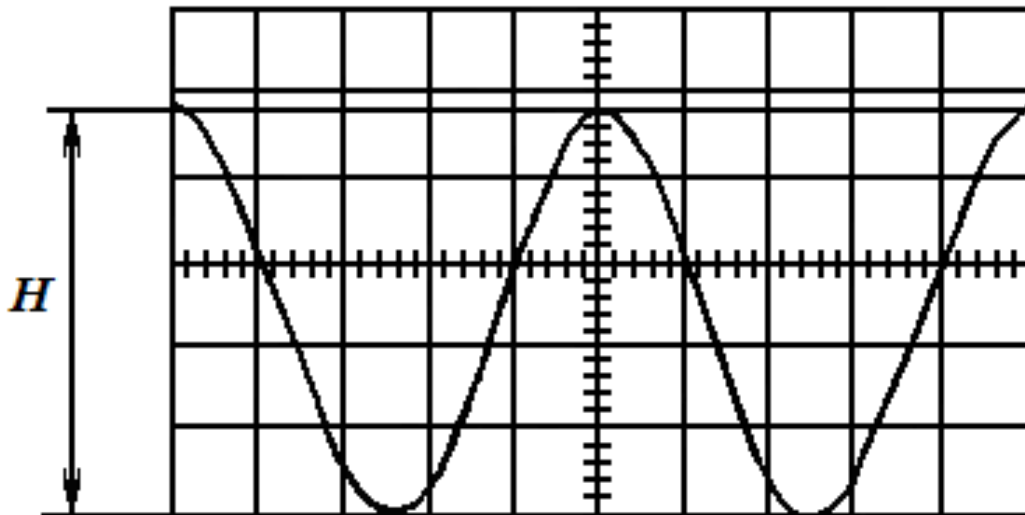

Рис. 13. Измерение полного размаха переменного напряжения
5) установите ручку « \updownarrow » так, чтобы нижний уровень сигнала совпадал с одной из нижних линий сетки, а верхний уровень находился в пределах рабочей части экрана. Ручкой « \leftrightarrow » сместите изображение таким образом, чтобы верхний уровень находился на центральной вертикальной (градуированной) линии (рис. 13). Максимум расположен на градуированной вертикали.